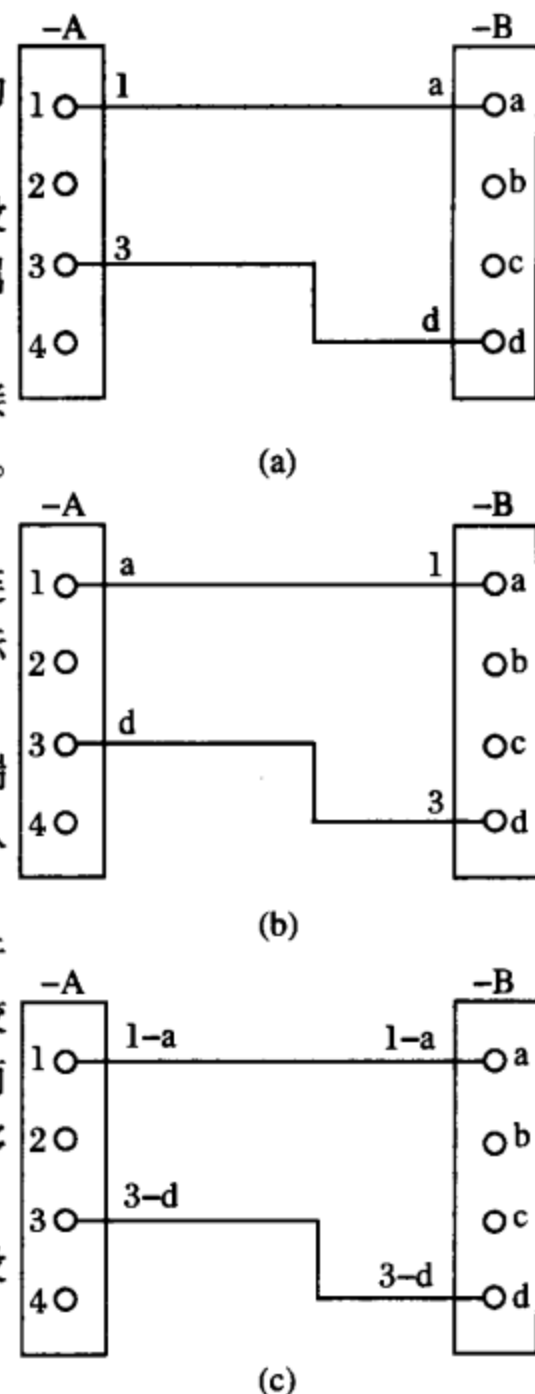

图 1-9 从属标记示例
①从属本端标记 导线或线束终端的标记与其所连接的端子或设备部件相同的标记系统称为从属本端标记。见图 1-9 (a)。
②从属远端标记 导线或线束终端的标记与远端所连接的端子或设备部件相同的标记系统称为从属远端标记。见图 1-9 (b)。
③从属两端标记 导线或线束每一端同时标出与本端连接的端子标记和远端连接的端子标记的系统，称为从属两端标记。见图 1-9 (c)。